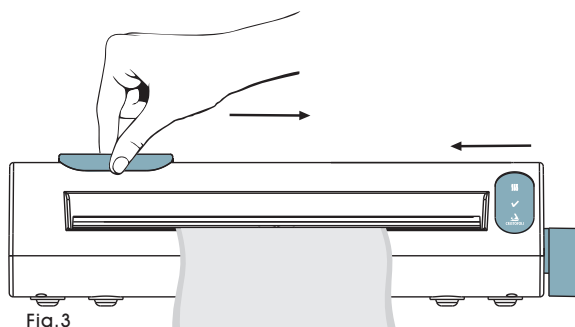

Fig.3
- 4▶ **Antes de levantar a alavanca de selagem**, corte a embalagem deslizando o suporte das lâminas de corte de uma extremidade à outra e voltando-a na posição original (Fig. 3).